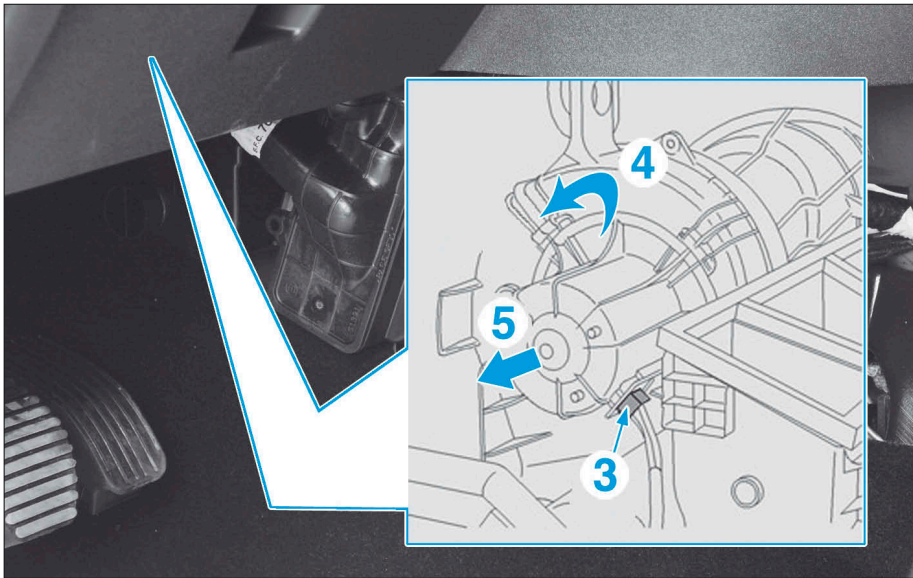

FIG. 25
- Débrancher le connecteur (3) (Fig.25).
- Déverrouiller le motoventilateur en le tournant dans le sens anti-horaire (4).
- Déposer le motoventilateur en le tirant dans le sens de la flèche (5).